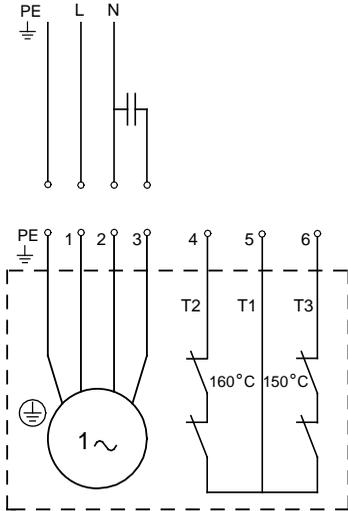

Abb. 2 Schaltplan für Einphasenpumpen
Falls die Drehrichtung falsch ist, vertauschen Sie zwei der Phasen im Stromkabel. Siehe Abb. 2 oder 3.
4. Falls die Drehrichtung falsch ist, vertauschen Sie zwei Adern im Stromkabel. Siehe Abb. 2 oder 3.